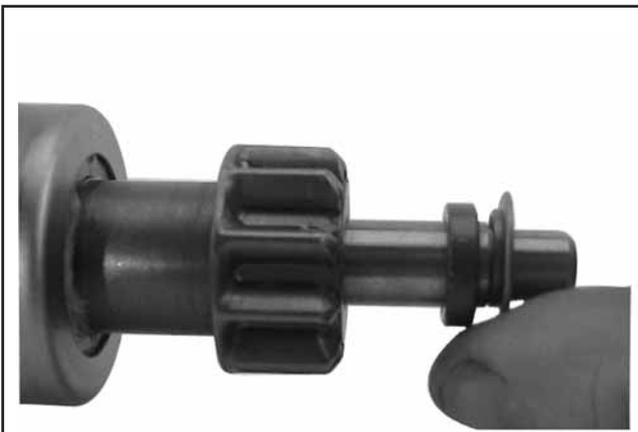

Figure 8-46. Installation de la rondelle de butée.
3. Installer les rondelles de butée (arrêt) afin que la face plus petite de la rondelle soit en face de la coupelle/du collier. Voir la figure 8-46.